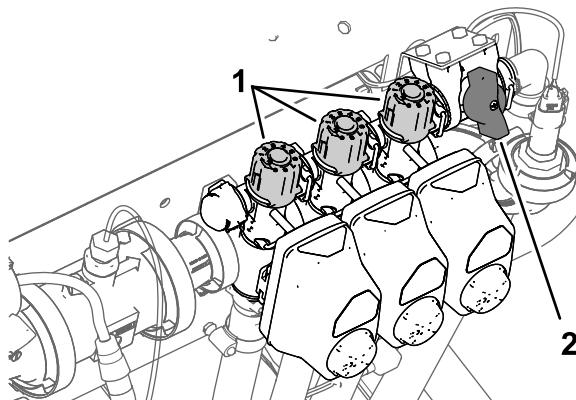

Bild 32
- Stellen Sie den linken Abschnittschalter ab und stellen das Handrad für das Abschnittssicherheitsventil (**Bild 32**) ein, bis die angezeigte Dosierung dem vorherigen Niveau gemäß der Tabelle entspricht.
4. Stellen Sie das Handrad für das rechte Abschnittssicherheitsventil (Bild 32) ein, bis die Dosierung gemäß der Tabelle am vorherigen Niveau liegt.
6. Stellen Sie das Handrad für das mittlere Abschnittssicherheitsventil (Bild 32) ein, bis die Dosierung gemäß der Tabelle am vorherigen Niveau liegt.